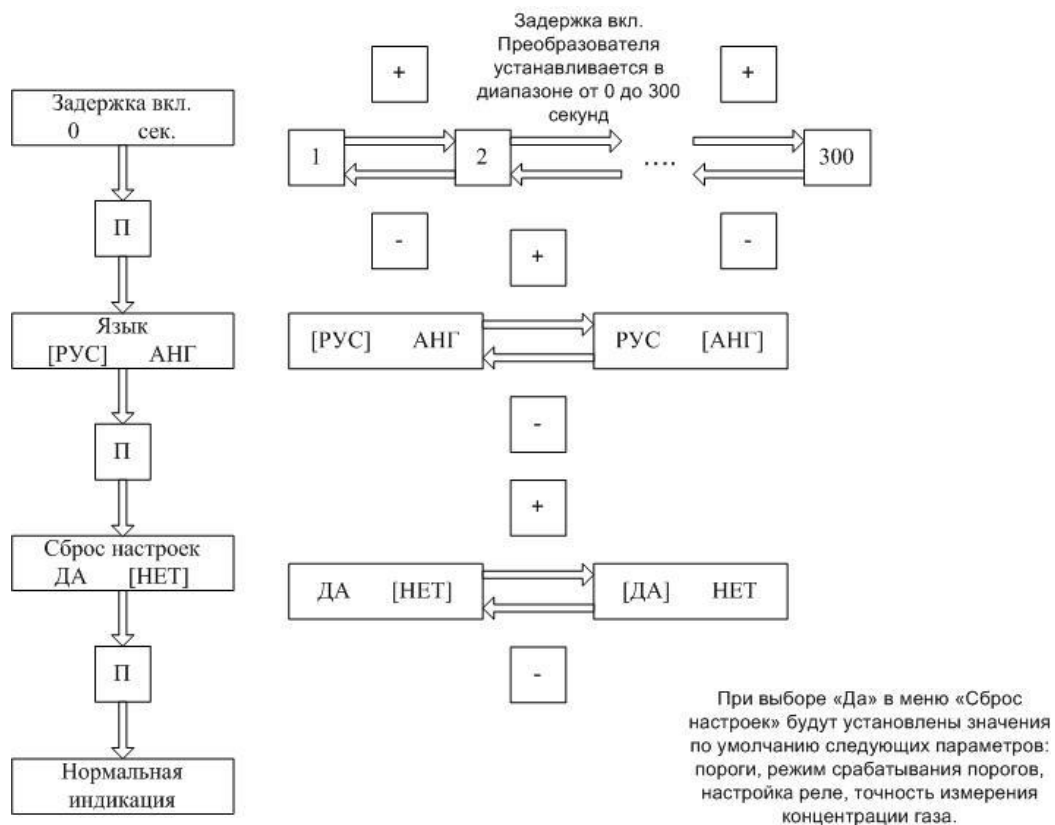
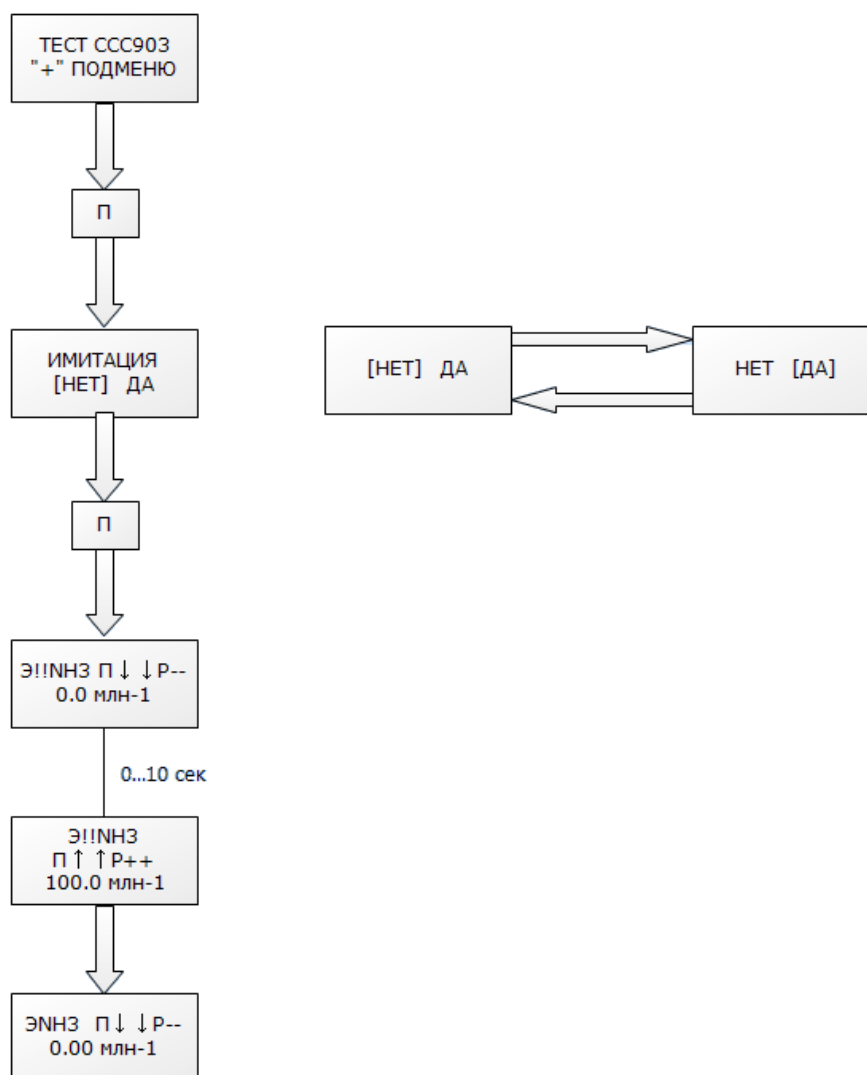

Рисунок 4 – Меню настройки газоанализатора
Рисунок 7 – Меню тестирования газоанализатора
6.6.6 Для тестирования работы и точности измерения газоанализатора ССС-903М19 необходимо выбрать меню «Тест ССС-903» (рисунок 4) после **активации метки** «+» попадаем в подменю (рисунок 7):